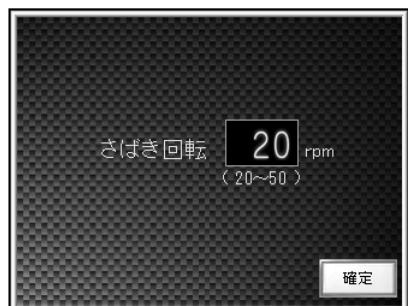

図 7-22
- さばき回転 …… 本脱水後のさばき動作でのドラム正逆回転数を設定します。(図 7-22)